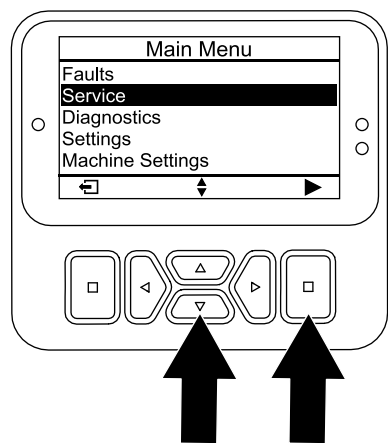

Figura 95
- 4. Pulse el botón abajo hasta que se seleccione la opción SERVICE (Mantenimiento) y pulse el botón de selección (Figura 95).